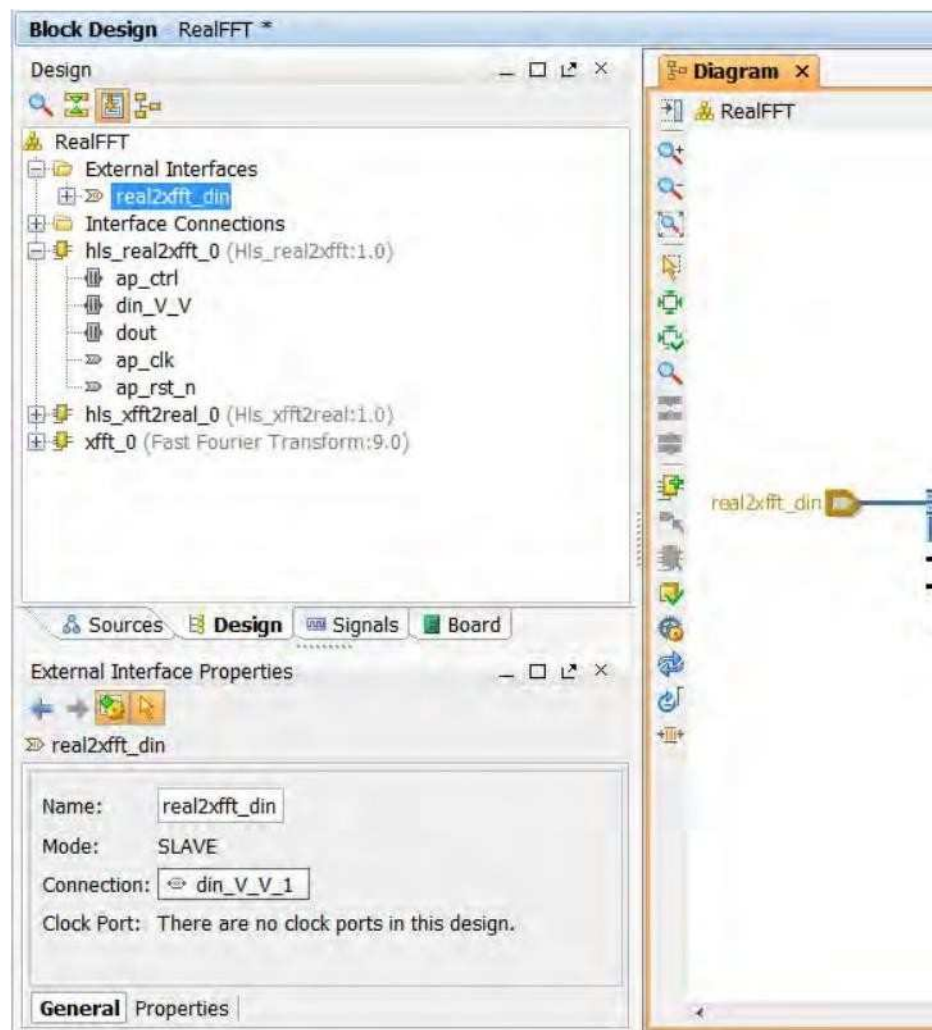

图 9-19: 港口命名
b. 在“外部接口属性”窗格(图 9-19)中，单击“名称”文本输入框以突出显示 **din_V_V**。